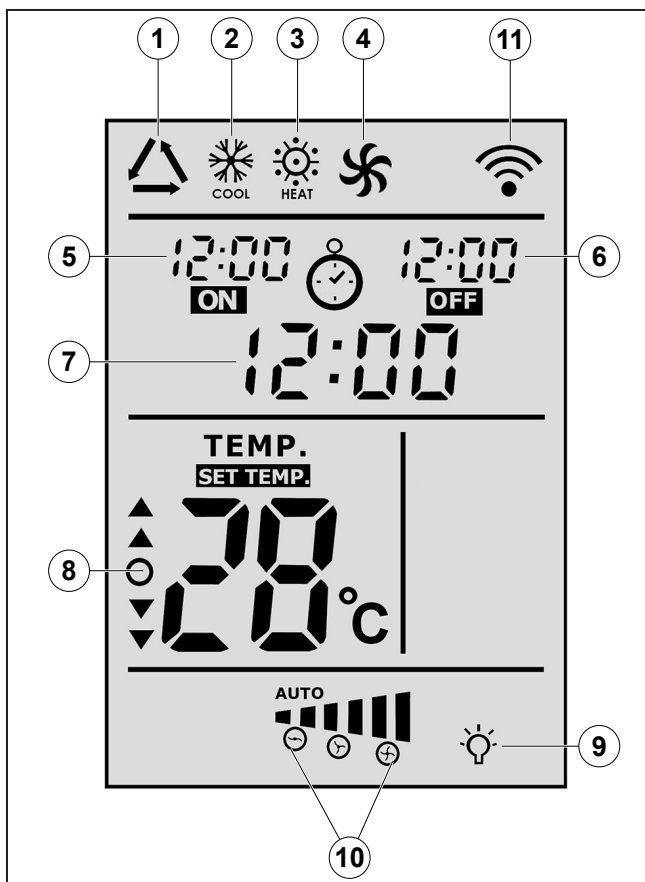

Fig. 4
1. **Display** (para los detalles ver "Fig. 4")